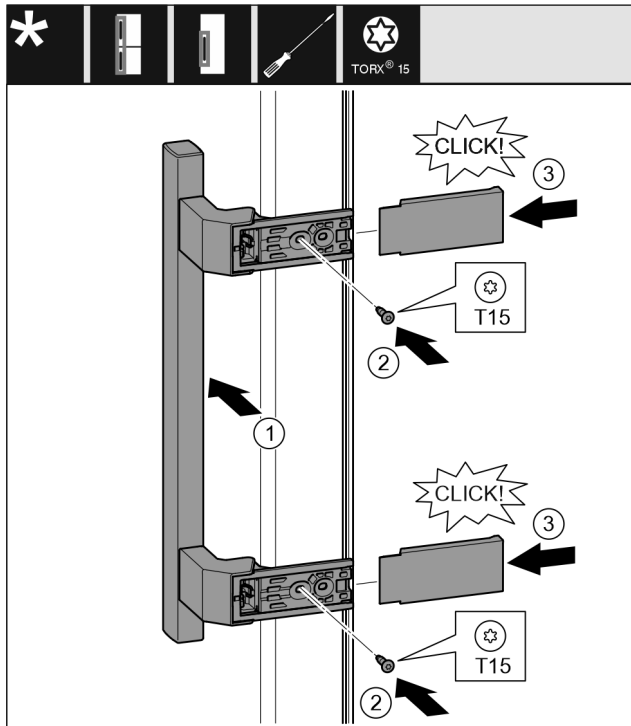

Fig. 12
- ▶ Установите ручку на противоположной стороне. Fig. 12 (1)
- ▶ Затяните винты отверткой T15. Fig. 12 (2)
- ▶ Установите крышки сбоку и надвиньте их. Fig. 12 (3)